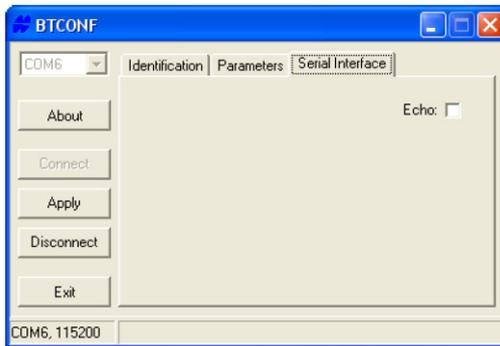

Figura 2-24. Scheda Serial Interface di BTCONF
8. Fare clic sulla **Serial Interface** (Figura 2-24). Abilitare Echo per visualizzare le risposte del modulo Bluetooth e i relativi comandi sul terminale. Se necessario, fare clic su **Apply**.